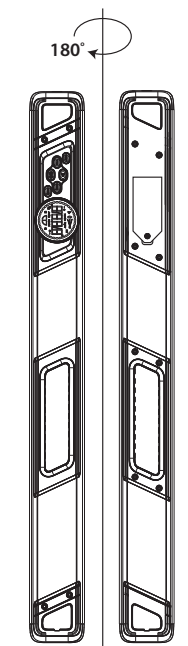

Abbildung 5
- Drehen Sie das Gerät um 90° und drücken Sie dann (3). **CAL3** beginnt zu blinken und wechselt dann zu **CAL4**.
- Drehen Sie das Gerät, ohne es von der Stelle zu nehmen, um 180° und drücken Sie dann (3). **CAL4** beginnt zu blinken. Wenn **CAL4** auf dem Display (8) ausgeblendet wird, ist die vertikale Kalibrierung abgeschlossen (Abb. 5).